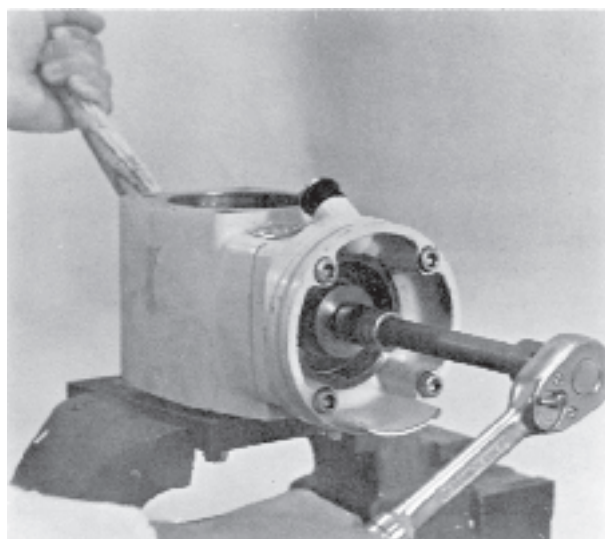

Fig. 6
15. Drag runt växeln i rätt rotationsriktning (medurs) samtidigt som växeln bromsas kraftigt genom att med ett skaft klämma mot konan på kugghjulet. Se fig. 6. Märkfärgen på kuggarna pressas då bort på den yta där dessa ligger an mot varandra och man får en bild av kuggkontaktens utbredning och läge.